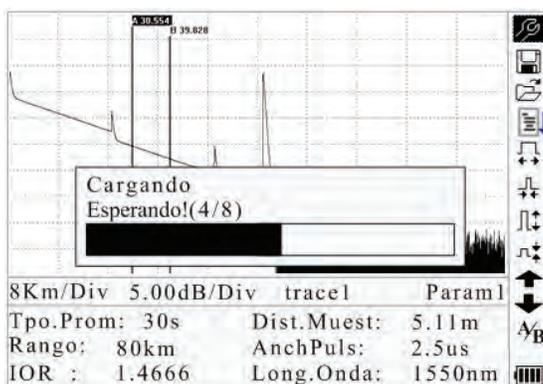

Figura 4-8. Cargar trazos guardados
4. Encienda el modelo 920XC, y cargue los datos por medio del software (Figura 4-8).